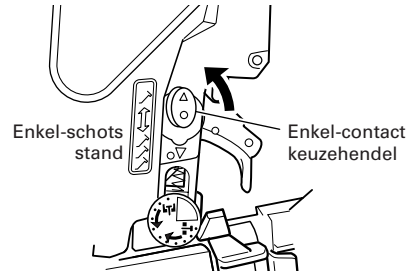

Afb. 6
- (3) Sluit de spijgergeleider. Als u gecontroleerd heeft dat de afdekking goed dicht zit, haakt u uw vinger om de spijgergeleider en de knop en, terwijl u de knop naar beneden duwt, draait u de spijgergeleider met de klok mee om hem helemaal te sluiten. (Afb. 6)